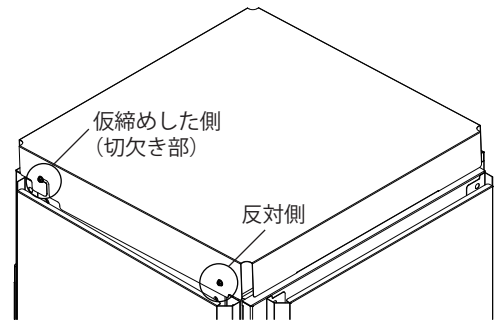

図7
3. 切欠き部の反対側にある穴に、取付ねじを取り付けてください。(2か所)(図7)
4. 仮締めした側の取付ねじを締切ってください。(図7)